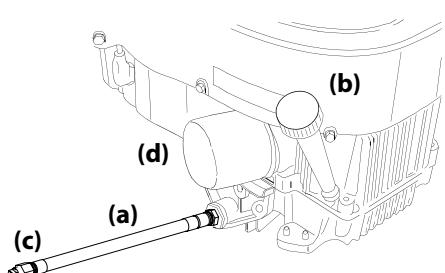

Figura 4-1
2. Ubique la manguera de drenaje de aceite (a) del lado derecho del motor. Consulte Figura 4-1.
4. Mientras sostiene el extremo libre de la manguera de drenaje de aceite (a) sobre el recipiente de recolección de aceite, desenrosque el tapón de cabeza cuadrada (c) del extremo de la manguera de drenaje de aceite (a). Consulte Figura 4-1. Drene el aceite del motor dentro del recipiente.